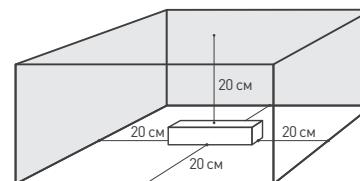

Рис. 1. Свободное пространство
- 4.2. Для естественной вентиляции обеспечьте свободное пространство вокруг источника питания не менее 20 см, как изображено на Рис. 1. При невозможности обеспечить свободное пространство используйте принудительную вентиляцию.